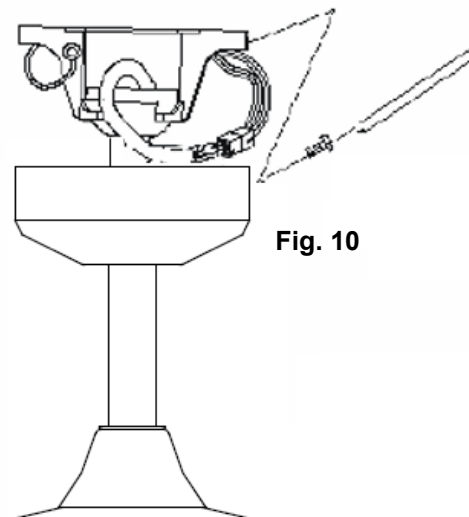

Fig. 10
- Couvrez le support de montage avec le cache. Veillez à placer tous les câblages électriques dans le cache et à ne pas les endommager durant cette étape. Fixez le cache sur le support de suspension avec les vis fournies. (Fig. 10)